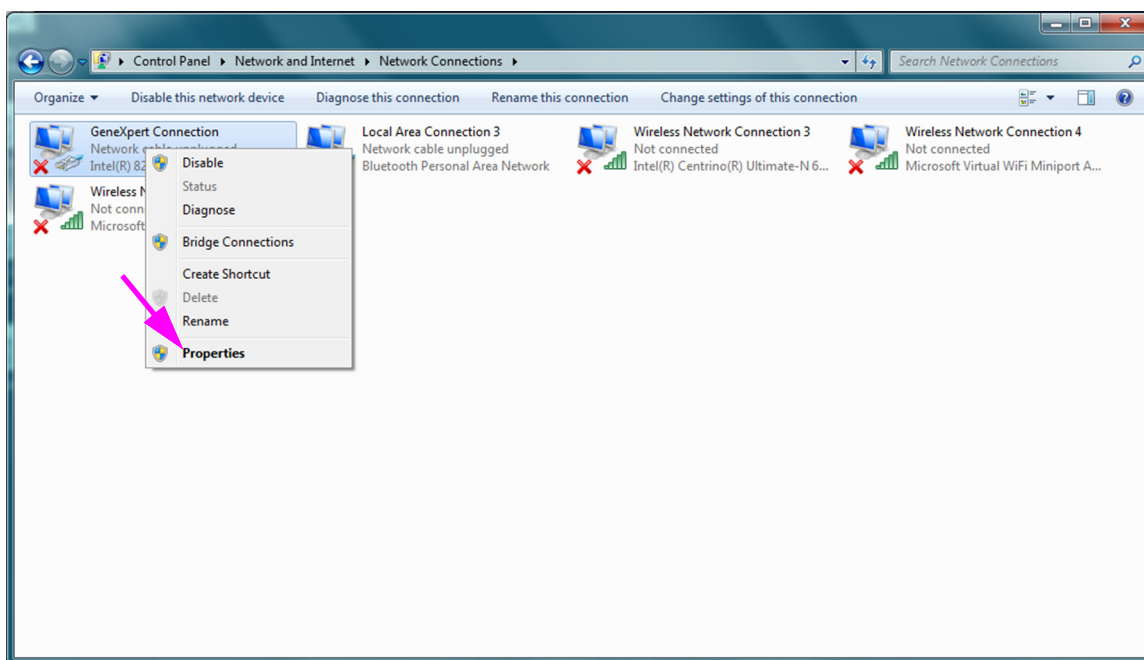

Figura 2-40. Schermata Network Connections (Connessioni di rete) con menu a discesa
6. Fare clic con il tasto destro sulla voce **GeneXpert Connection (Connessione GeneXpert)**. Viene visualizzato un menu a discesa. Vedere la Figura 2-40.